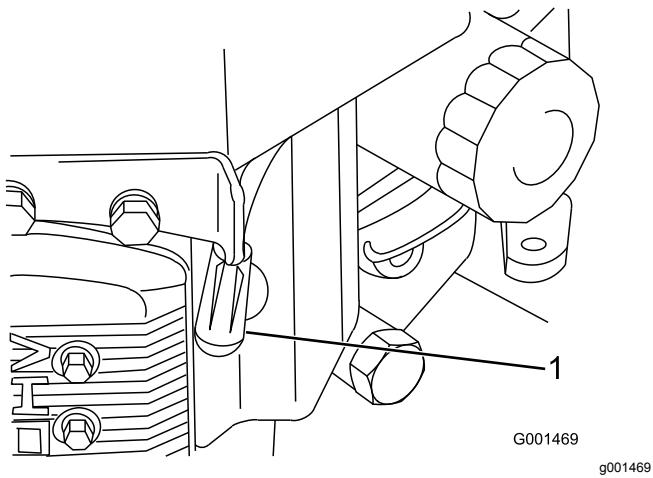

Figura 28
3. Desconecte los cables de las bujías (Figura 28).